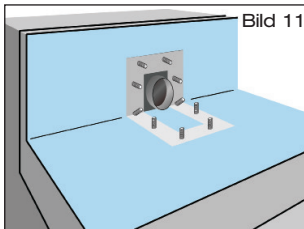

Bild 11
2.4 **Anschlussbahn** bauseits aus vorhandener Bitumen-Dachdichtungsbahn, 700 mm x 1000 mm, zuschneiden und im Bereich der Muffenverbindung aussparen (Bild 11).
3.4 **Dachdichtungsbahn** über Attikaablauf ausrollen und im Bereich des Festflansches aussparen (Bild 11).